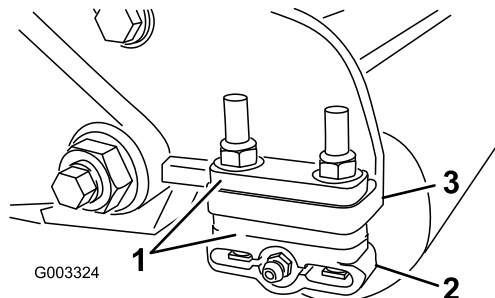

Рисунок 11
1. Отрегулируйте кронштейны заднего валика (Рисунок 11) на необходимый диапазон высоты скашивания, установив необходимое количество проставок под монтажный фланец боковой пластины (Рисунок 11) в соответствии с таблицей высоты скашивания; см. Таблица высоты скашивания \(страница 14\).